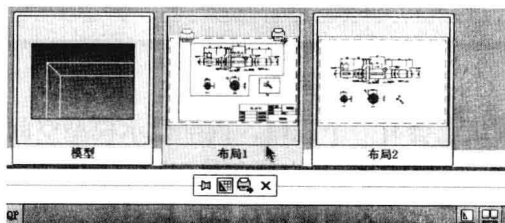

图 10-2-1
(1) 双击素材文件“10-1-2.dwg”，打开图形文件，在状态栏中单击“快速查看布局”按钮，显示布局 and 模型空间缩略图，单击“布局1”，如图 10-2-1 所示，进入“布局1”图纸空间，在其他空白位置单击，缩略图消失。